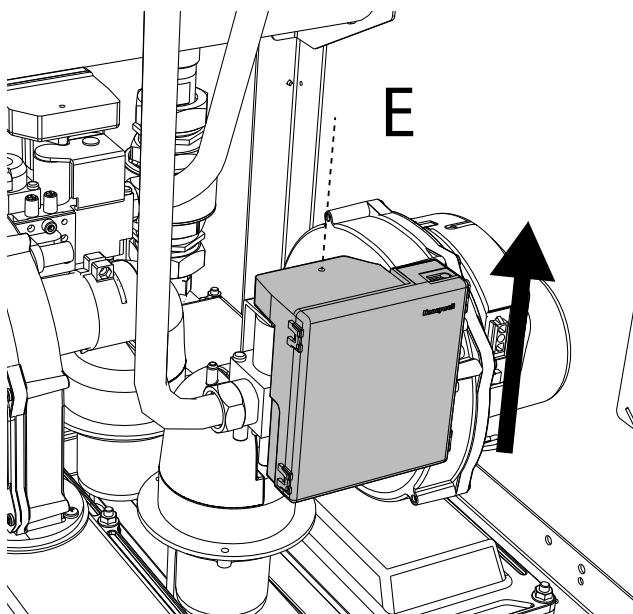

fig. 78
2. Svitare la vite "E" e sfilare la centralina dalla valvola a gas (fig. 78).